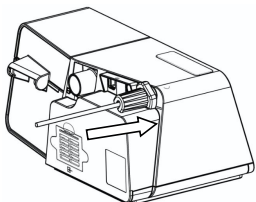

图 3-7
- (3) 将主机锁扣卡入直流电源座的卡扣内，如图 3-7 所示。